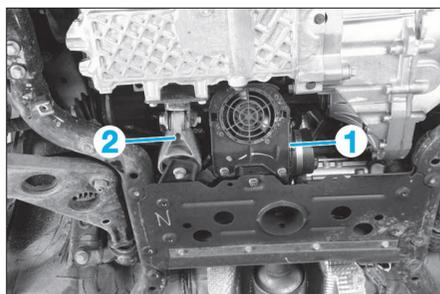

FIG. 8
- le ventilateur de pompe de direction assistée (1) (Fig.8).